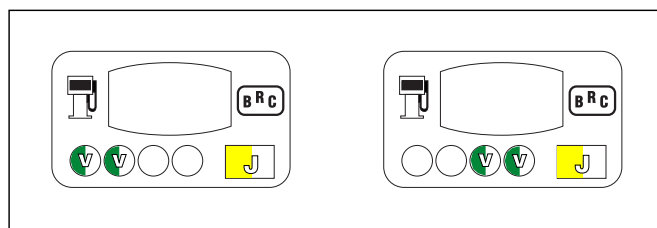

Fig. 29 Fin de l'acquisition du signal sonde Lambda
- Si la phase d'étalonnage du signal lambda est positive, le LED BICOLORE devient jaune clignotant et en signale la conclusion (fig. 29).